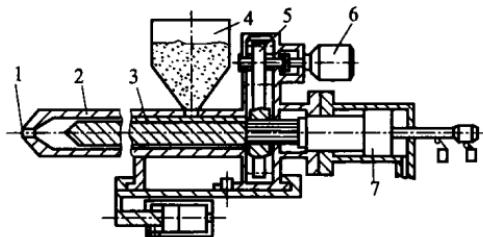

图 1-4 往复螺杆式注塑机结构示意
② 往复螺杆式注塑机 注塑机中塑料的塑化，是由于螺杆旋转时把塑料挤压、剪切和机筒外围供热的结果形成，然后，再经过螺杆轴向往复运动，像柱塞一样把塑化料注射到模具成型空腔内，冷却成型。往复螺杆式注塑机结构示意如图 1-4。目前这种结构形式注塑机应用最多。
③ 螺杆塑化柱塞注射式注塑机 这种注塑机的注射装置由两部分组成：即物料塑化部分和注射部分。首先塑料在塑化部分的挤出机中均匀塑化，经由单向阀挤入注射料筒空腔中，然后，注射部